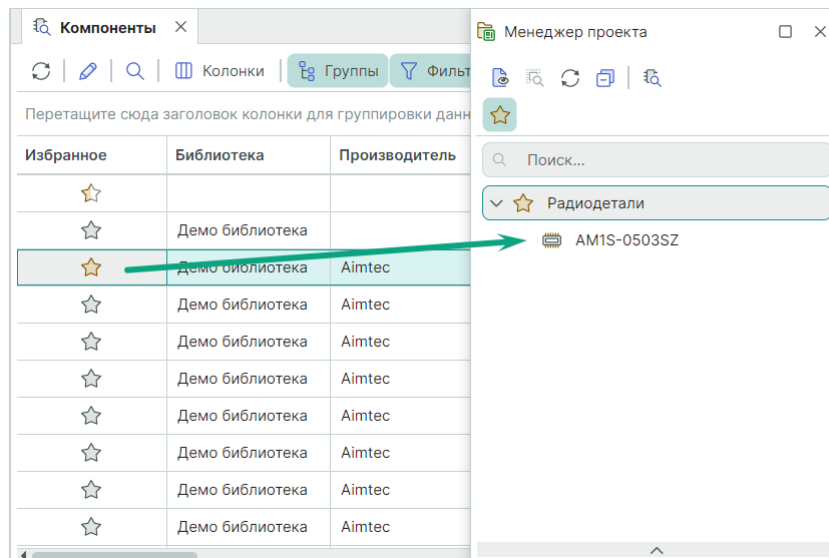

Рис. 46 Добавление радиодетали на вкладку «Избранное» панели «Менеджер проекта»
2. Наведите курсор на колонку «Избранное» и нажмите на символ ☆, см. Рис. 46.